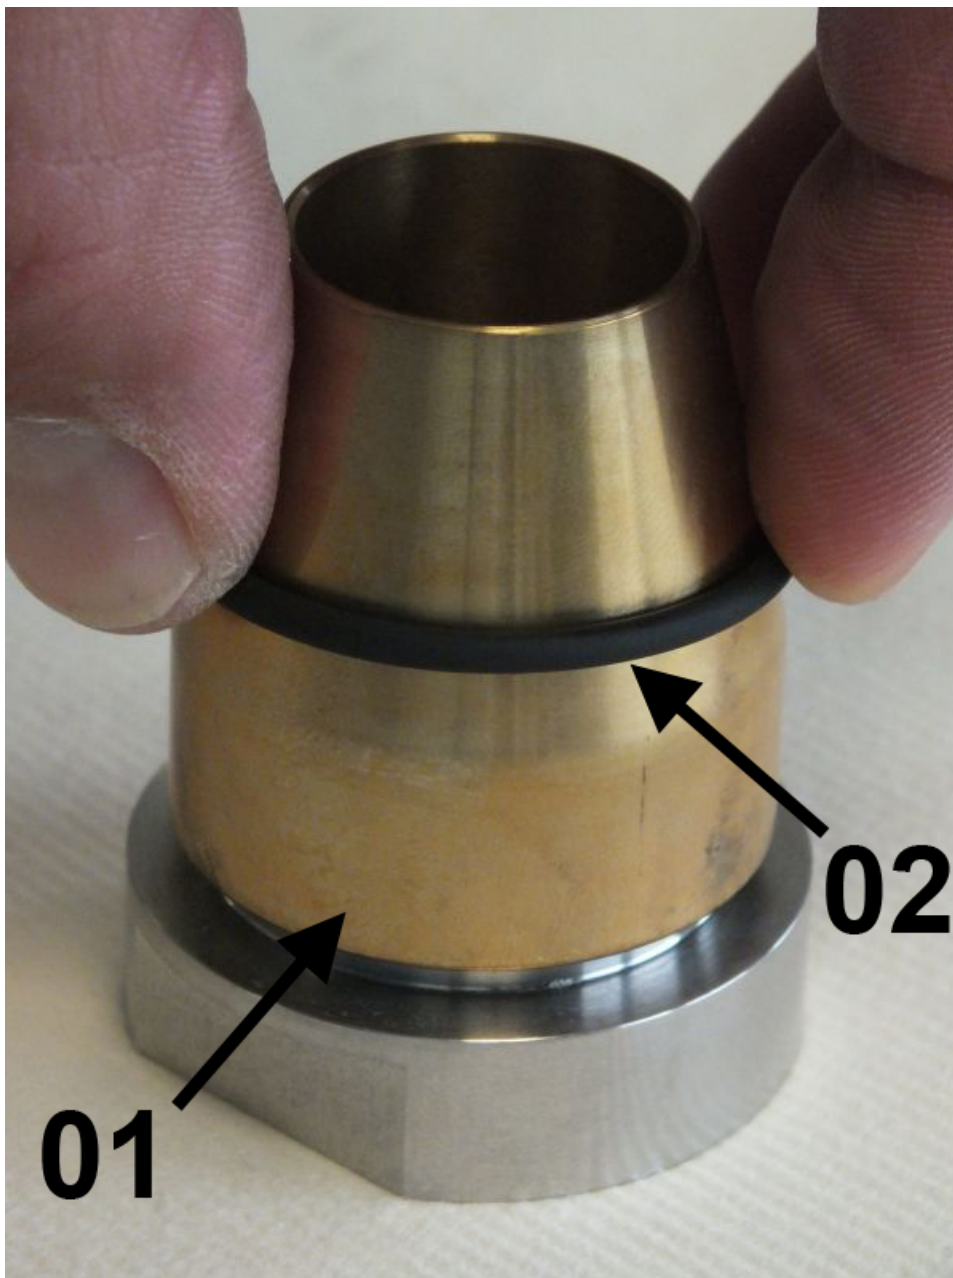
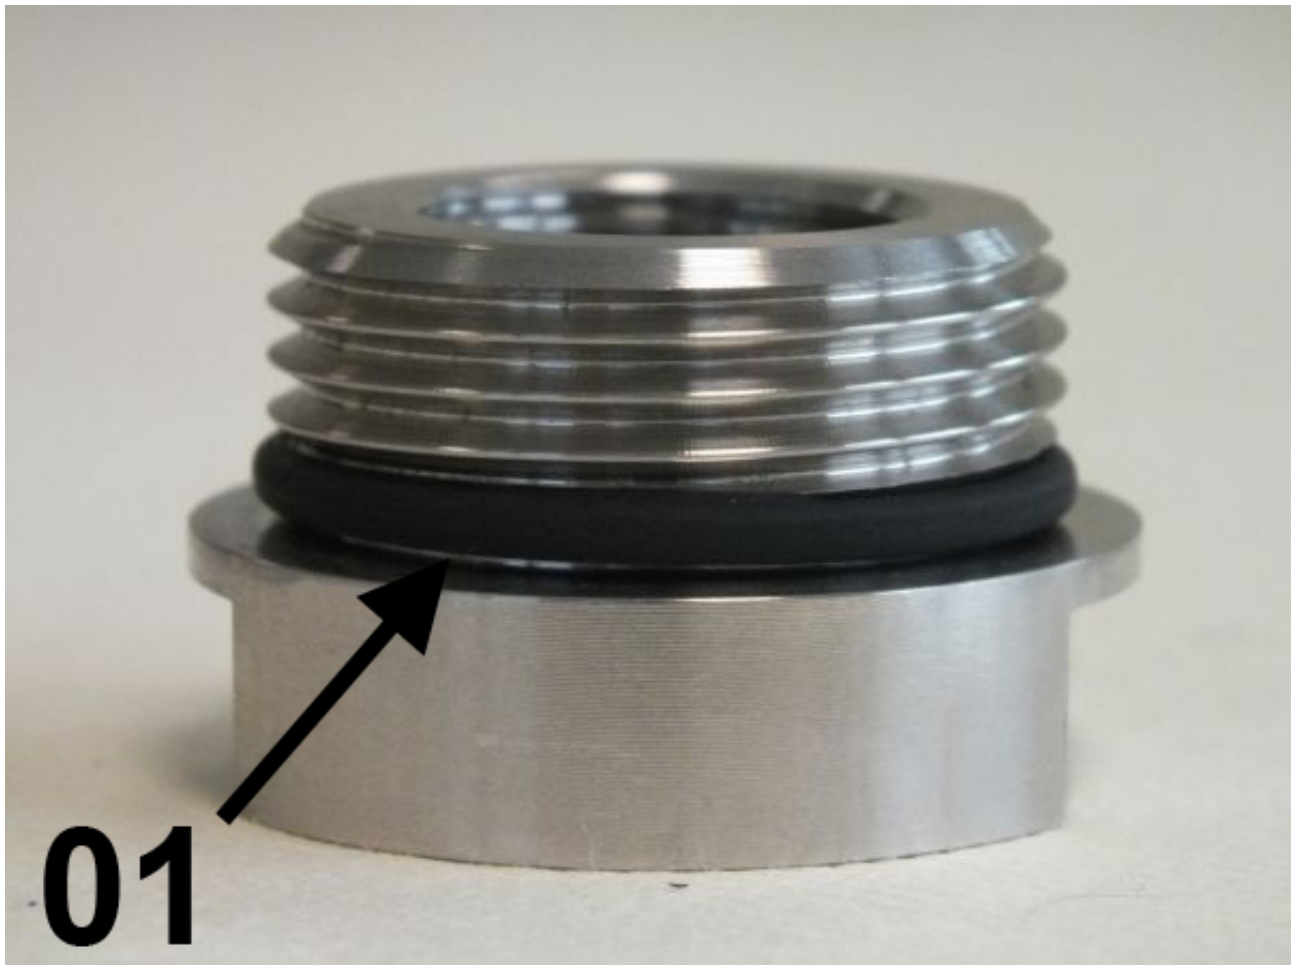

Abb. 53: O-Ring (Dichtung)
Abb. 54: Position des O-Rings
1. ➤ O-Ringe (Abb. 53/02) mit Hilfe des O-Ring Montagewerkzeuges (Abb. 53/01) auf beide Verschraubungen (Eingang/Ausgang) aufziehen, so dass diese im O-Ringsitz der Verschraubungen sitzen (Abb. 54/01). Dabei darauf achten, dass die O-Ringe nicht überdehnt werden
- 2.** → Position des O-Rings auf der Verschraubung (Abb. 54)